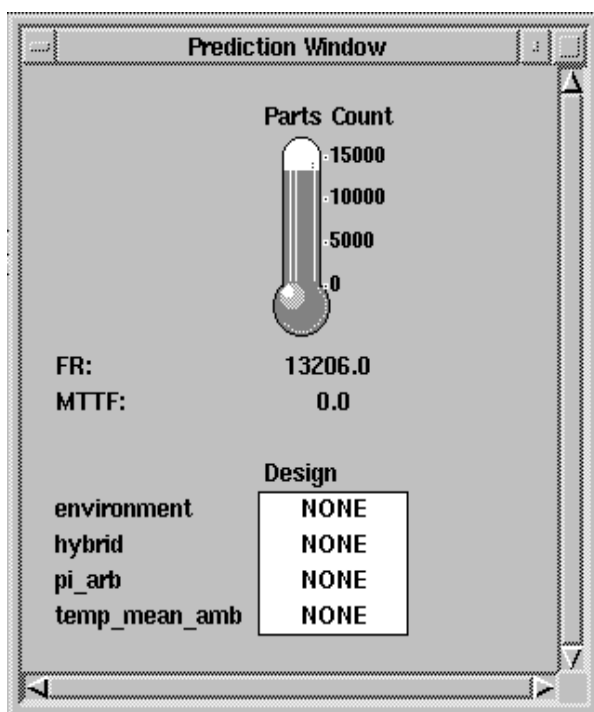

Рис. 3. Окно показателей надежности проекта
Свойства рабочего интерфейса описываются на основе примера проекта системы. Для чтения схемы следует выбрать пункт выпадающего меню File > Open Prediction, затем найти директорию \$RMGRNW с помощью кнопки Navigator и выбрать объект \$RMGRNW/lab_predictions/lib_prediction. Нажать кнопки mil217f и Parts Count, затем ОК. Появятся три окна: Prediction (оценка надежности, рис. 3), Parts List (список компонентов, рис. 4) и Design Status (текущий статус). Окно Prediction показывает общую интенсивность отказов (FR) схемы и среднее время наработки на отказ (MTTF) (см. рис. 3). В окне Design Status показано, в каких единицах измеряются FR и MTTF (FR измеряется в FIT (отказов в отрезок времени), MTTF - в годах). Окно Parts List показывает все типы компонентов в данном проекте, а также FR для каждого типа.